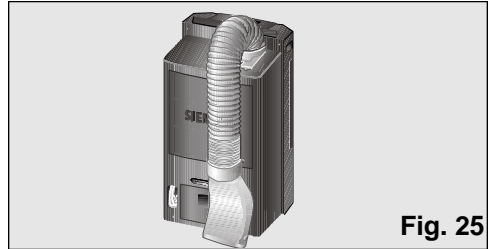

Fig. 25
- ❑ Per farlo, piegare il tubo verso la parte posteriore dell'apparecchio e trattenerlo dall'attacco diffusore, **Fig. 25 e 26**.